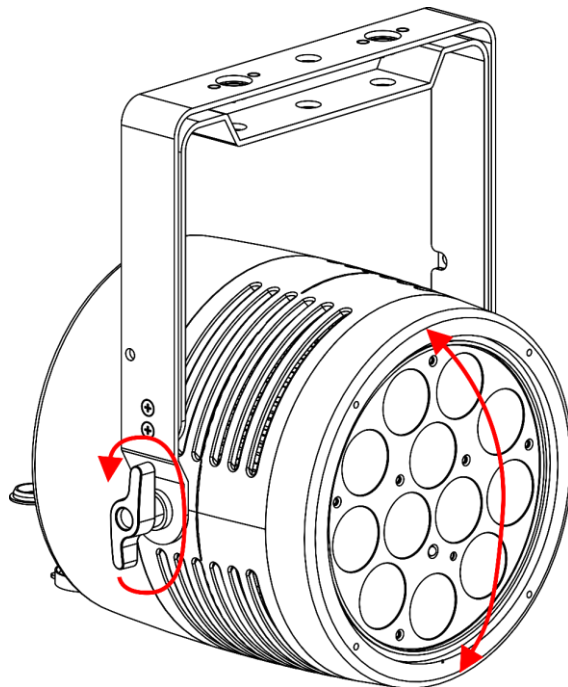

Fig. 07
- 01) Ruotare le **viti di regolazione (01)** in senso antiorario per sbloccarle.
- 02) Inclinare il dispositivo all'angolo desiderato (vedere Fig. 07).
- 03) Ruotare le **viti di regolazione (01)** in senso orario per stringerle. Assicurarsi che il dispositivo non possa muoversi liberamente dopo aver stretto le **viti di regolazione (01)**.